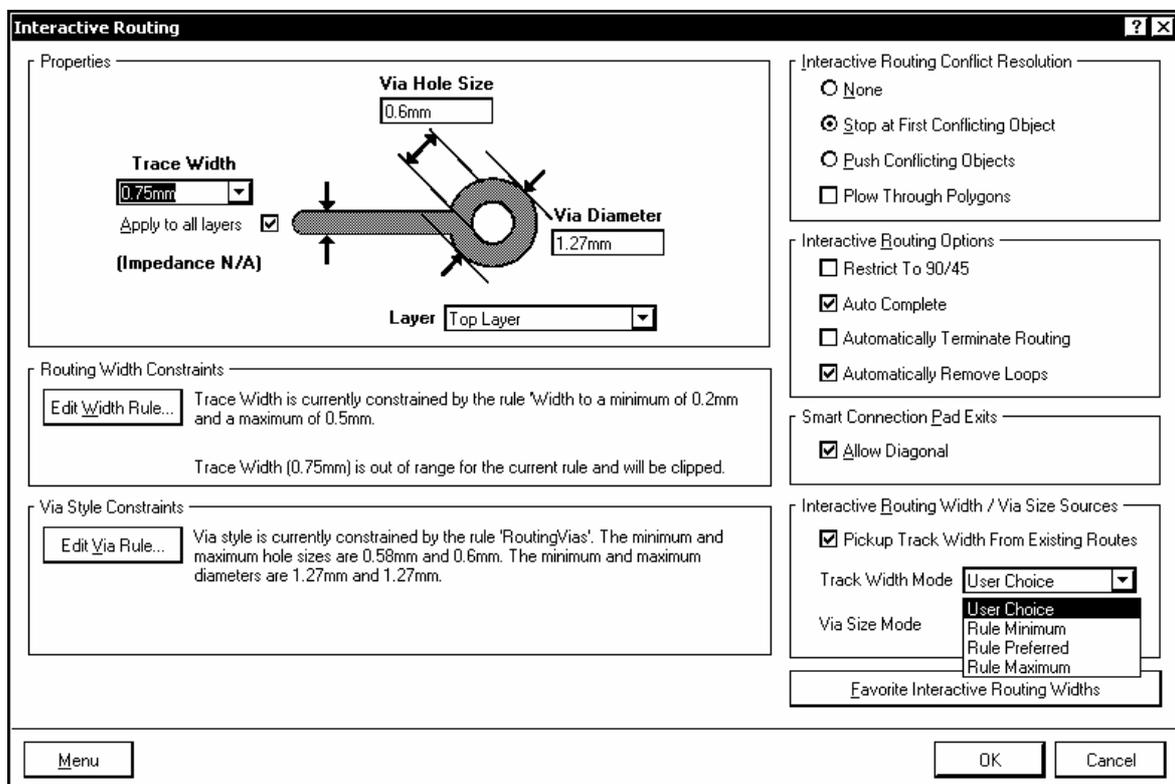

Рис. 7.8
3) До фиксации очередного сегмента активизировать клавишей Tab диалог настройки Interactive Routing (рис. 7.8).